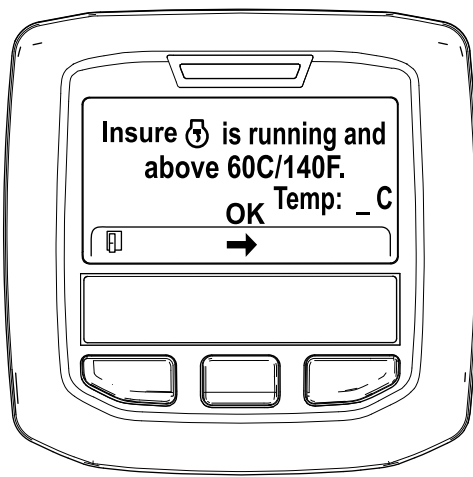

Bild 51
5. Wenn die Kühlmitteltemperatur unter 60°C liegt, wird die Meldung „Insure  is running and above 60C/140F“ angezeigt (Bild 51).